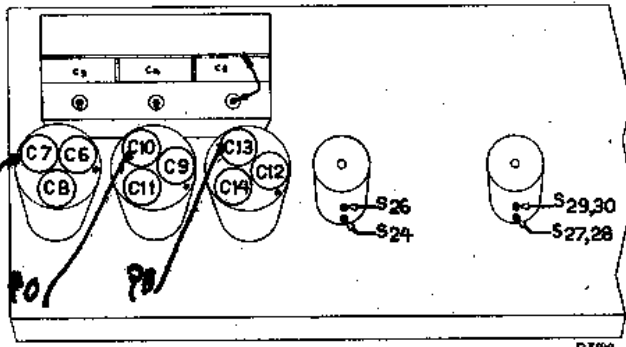

Fig. 4
7. Régler les bobines S29 + S30 du quatrième circuit moyenne fréquence sur la sortie maximum. (fig. 4).
9. Régler S27 + S28 du 3ème circuit moyenne-fréquence sur la sortie maximum. (fig. 4).
11. Régler S26 du 2ème circuit moyenne-fréquence sur la sortie maximum. (fig. 4).
13. Régler S24 du 1er circuit moyenne-fréquence sur la sortie maximum (fig. 4).
5. Régler sur la puissance de sortie maximum et dans l'ordre suivant: C13, C10 et C7 (fig. 4).
8. Débrancher l'oscillateur en court-circuitant C5. (fig. 4).
4. Régler successivement les condensateurs C14, C11, et C8 (fig. 4) sur la puissance de sortie maximum.
7. Débrancher l'oscillateur en court-circuitant C5 (fig. 4).